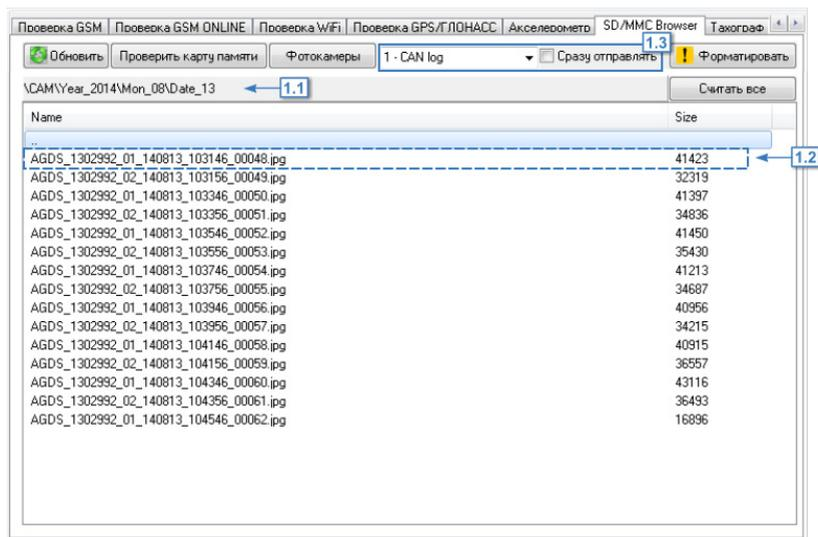

Рис.72. Вкладка «SD/MMC Browser».
Если содержимое карты было успешно считано, то оно отобразится в браузере. Путь к папке, открытой в браузере, отображается в строке над списком файлов (Рис.72, п. 1.1). Если нажать на строку с адресом папки, то откроется папка \SD на жестком диске, в которую копируются файлы с прибора.
1. Снимки с камер (Рис.72, п. 1.2).
Снимки копируются в папку \SD, расположенную в папке с установленной программой AG.GSMConf. Структура папок внутри папки \SD такая же, как и внутри памяти прибора. Для перехода к папке \SD со снимками следует нажать левую кнопку мыши на строке с адресом (Рис.72, п.1.1).
Файлы копируются в папку \SD, расположенную в папке с установленной программой AG.GSMConf. Для перехода к папке \SD со скопированными файлами следует нажать левую кнопку мыши на строке с адресом (Рис.72, п.1.1).
Для того чтобы прибор записывал логи необходимо в выпадающем списке справа от кнопки «Фотокамеры» (Рис.72, п. 1.3) выбрать логи, которые прибор АвтоГРАФ будет записывать: